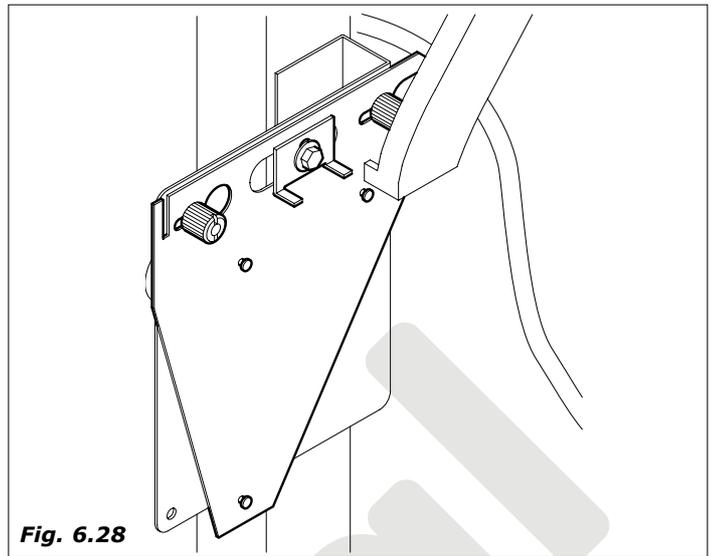

Fig. 6.28
- desmontar el soporte de la máquina (Fig.6.28)